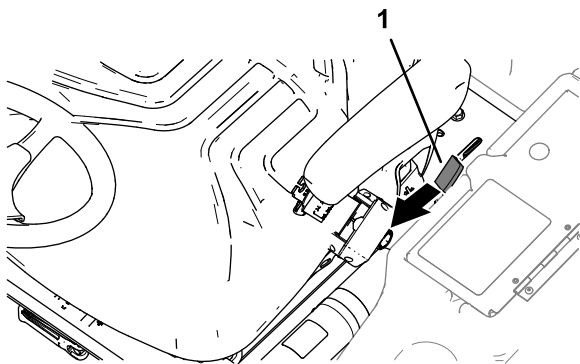

Figura 42
- Mueva la palanca de cierre de la plataforma (Figura 42) hacia la parte delantera de la máquina hasta que los ganchos del cierre se liberen de la barra de bloqueo.